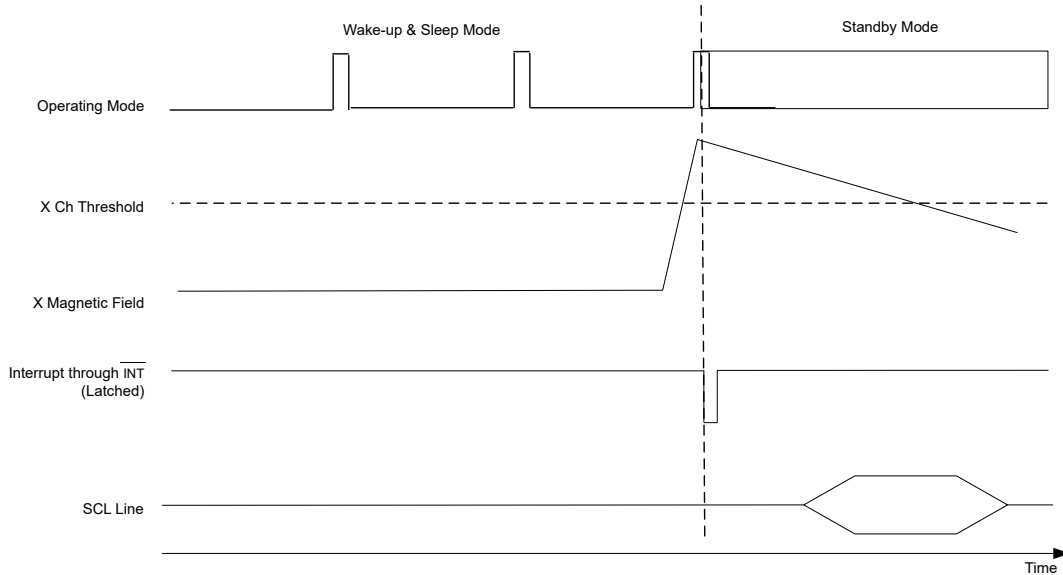

图 7-11. 使用备用电池以唤醒和睡眠模式运行
- 如果发生阈值检测, $\overline{\text{INT}}$ 信号将置为低电平以唤醒微控制器。当 $\overline{\text{INT}}$ 变为低电平时, 使用一个读取命令执行 16 位 T、X、Y、Z 寄存器读取 (请参阅图 7-11)。